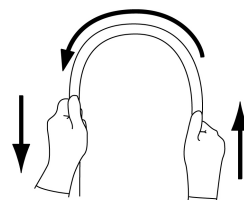

図1
- 4.軟性部を両手で持ち、全長にわたって図1に示すように順次半円の頂点をずらすように曲げ、十分に滑らかに曲がることと適切な軟らかさを有していること。